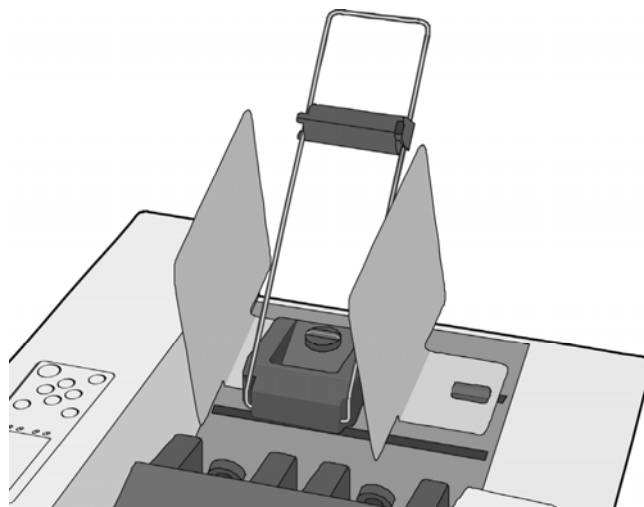

Abbildung 8: Gedrehte Seitenführung für schmales Medium
- Wenn Sie ein sehr schmales Medium verwenden, können Sie eine Papierseitenführung um 180° drehen (siehe Abbildung 8).